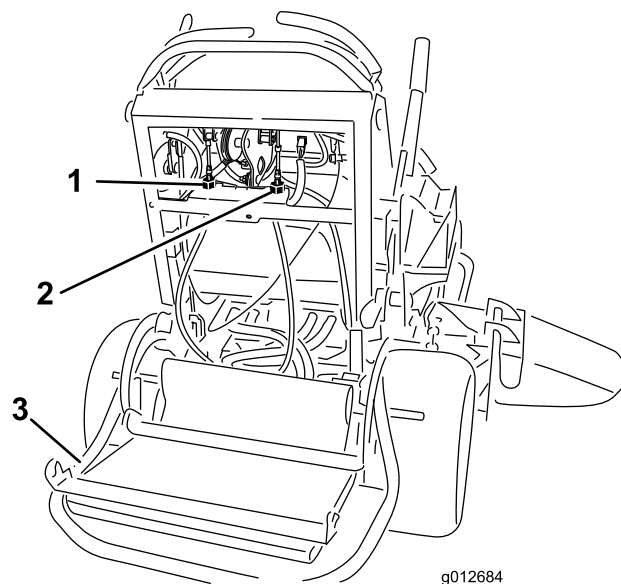

Figure 69
6. Placez le verrou à câble sur les écrous de réglage de câble pour bloquer le réglage (Figure 69).